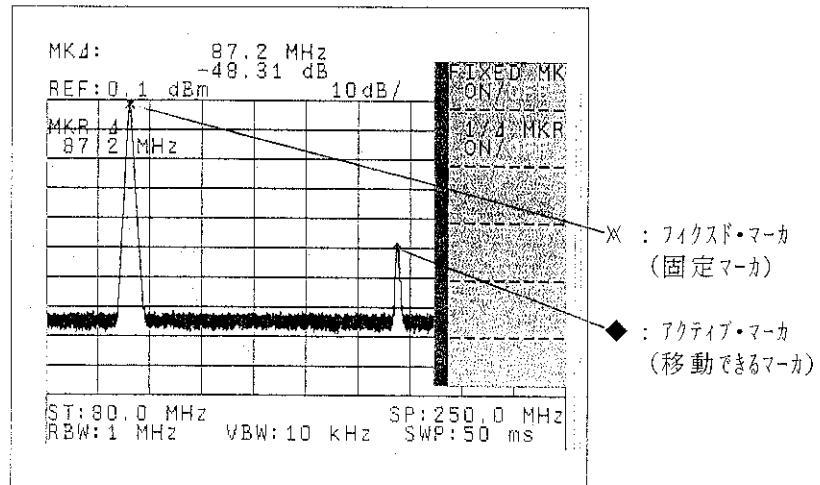

図 7-12 アクティブ・マーカとフィクスド・マーカ
- [1] **FIXED MK ON/OFF** …表示中の△マーカはそのときの周波数とレベルを記憶し、画面上の絶対位置に固定させます。よって中心周波数や基準レベルを変更しても、この機能をONにしたときの周波数とレベルが基準となり、マーカ・データを表示します。（図7-12参照）